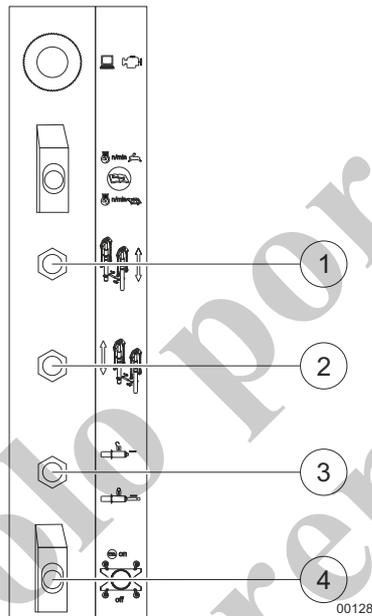

Fig. 260 Control de emergencia en el gabinete de mecanismos de conmutación
- 5 Presione hacia arriba el interruptor (4, Fig. 260) en el gabinete de mecanismos de conmutación.